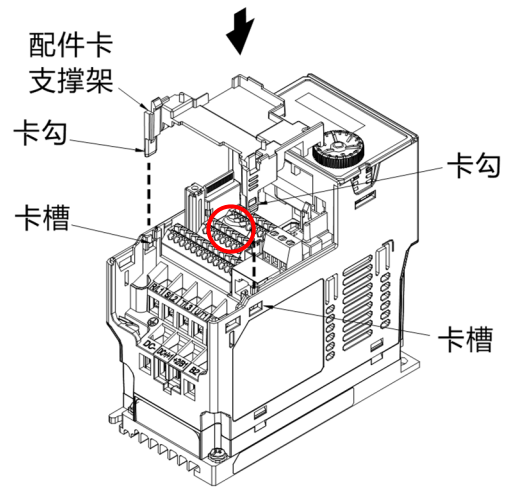

图 8-11
3. 组装配件卡支撑架：将配件卡支撑架的两个卡勾对准变频器的卡槽后下压，让两个卡勾卡入卡槽，如图 8-11 所示。